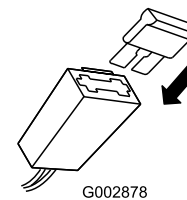

Figura 38
2. Cambie el fusible del portafusibles (Figura 38).